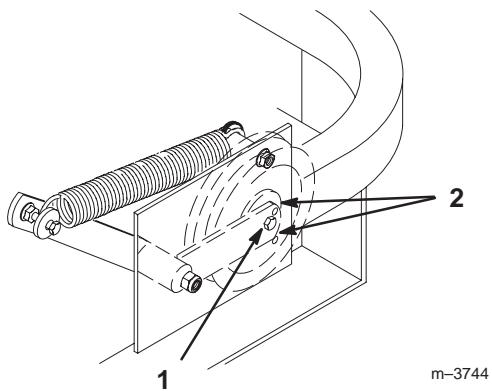

Figure 63
8. Vérifiez la tension de la courroie. Le boulon central de la poulie de tension rappelée par ressort doit se trouver entre les deux trous d'alignement de la plaque de support gauche (Fig. 63).
10. Vérifiez de nouveau la tension de la courroie. Le boulon central de la poulie de tension rappelée par ressort doit se trouver entre les deux trous d'alignement de la plaque de support gauche (Fig. 63). Réglez au besoin et serrez toute la visserie solidement.